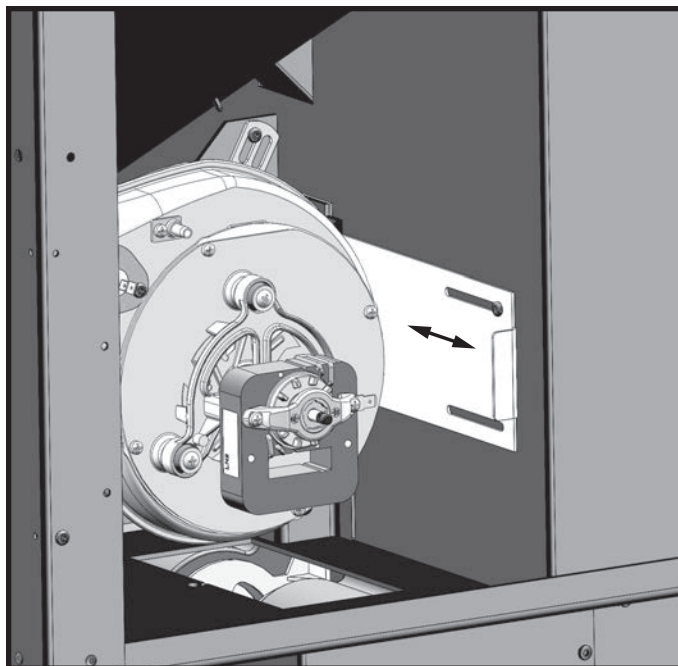

Figure 18: Clapet du TN40.
- Pour augmenter la lecture du vide, tirer sur le contrôle vers l'extérieur du poêle Consulter la Figure 18. Pousser vers l'intérieur pour la diminuer.